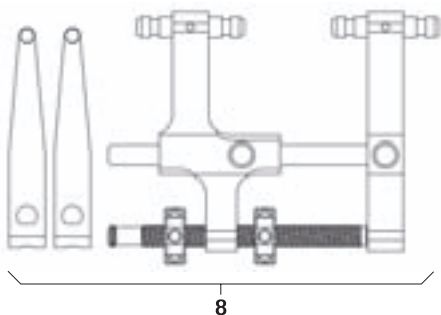

Рис. 14
- Установить дистрактор 8 с дистракционными пластинами, см. Рис. 14.